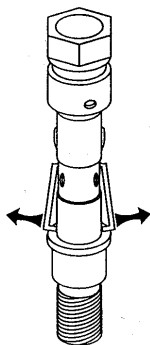
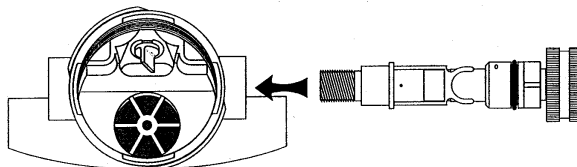
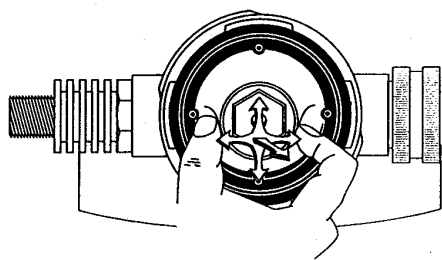

Рис. 9
Рис.10
Рис. 11
- Осторожно отогнув плечи рычага (8) введите выступы пластикового поршня (14) и плечи рычага в зацепление. (Рис. 9).
- Установите уплотнительное кольцо (6) в канавку стержня (7), расположенную ближе к его шестигранному окончанию.
- Установите уплотнительные кольца (17 и 18) в соответствующие канавки вала регулировочной ручки (19).
- Установите антифрикционную шайбу (16) на край вала регулировочной ручки и полностью закрутите узел на место.
- Вставьте штифт (9) в отверстие и полностью открутите регулировочную ручку для фиксации стержня от выпадения.
- Нажмите на рычаг (8) и вставьте стержень (7) в корпус дыхательного автомата (26). Убедитесь, что шестигранник стержня полностью сел в шестигранное гнездо корпуса дыхательного автомата. (Рис. 10).
- Установите уплотнительное кольцо (6) на место. Оно должно находиться между стенками корпуса и стержнем.
- Установите шестигранную проставку (3) поверх уплотнительного кольца и утопите ее в шестигранное гнездо корпуса дыхательного автомата.
- Используя рожковый ключ на 22 мм, закрутите стопорную гайку (2) и затяните ее с моментом 1 кгс/м. Выступ гайки должен смотреть наружу.
- Установите диафрагму (21) выпуклой частью наружу в корпус дыхательного автомата. Убедитесь в правильной центровке диафрагмы и установите поверх нее шайбу (22).
- Закрутите фиксирующее кольцо (23) диафрагмы сначала руками, затем используя двухштыревой съемник Micra.
- Проконтролируйте установку диафрагмы, покачав ее рукой в разные стороны. Края диафрагмы не должны вытягиваться из-под шайбы. В противном случае повторите процедуру установки заново. (См. рис. 11).